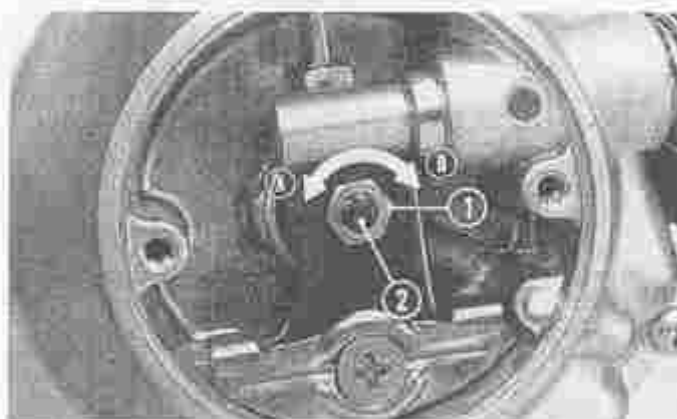

Fig. 8 Afstellen van de koppeling (CD50H)
- 2) Indien dit niet zo is, verwijder dan het kleine koppelingsdeksel, draai de borgmoer los en verdraai de afstelschroef. Draai de afstelschroef linksom in de richting ① om de speling te vergroten. Draai in de richting ② om de speling te verkleinen. (Fig. 8)
- Draaien in de richting ① om de speling te vergroten.
- Draaien in de richting ② om te verkleinen.